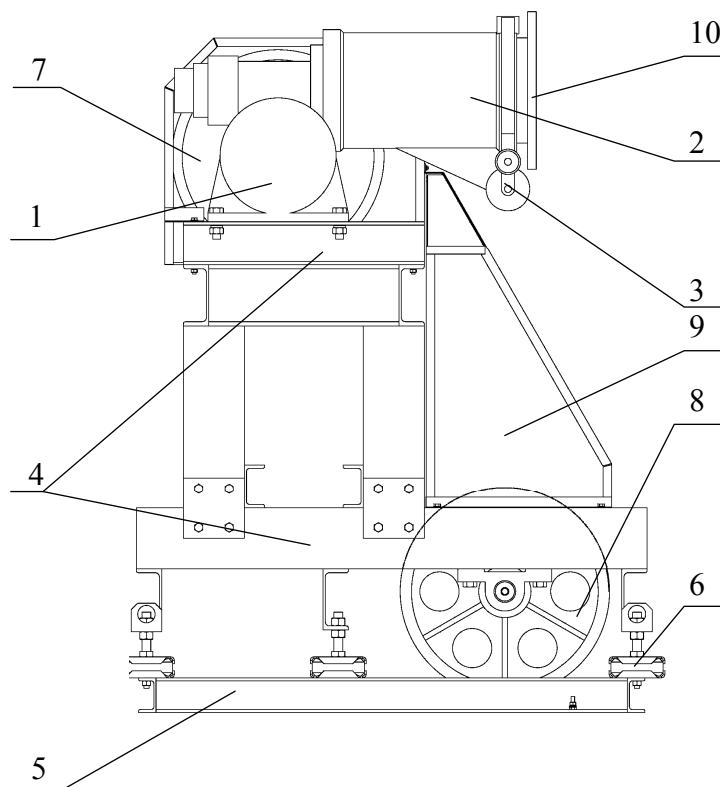

Рис.10
6.2 Основными составными частями лебёдки являются: (рис.10)